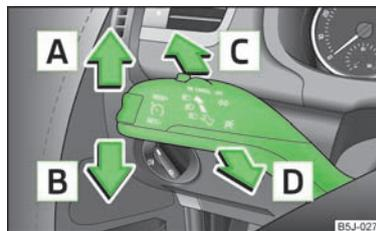

Fig. 24
- Poussez la manette de clignotant » fig. 24 vers le haut ou le bas - le feu de position côté droit ou gauche du véhicule s'allume.
- Poussez la manette vers le haut  ou vers le bas  » fig. 24.